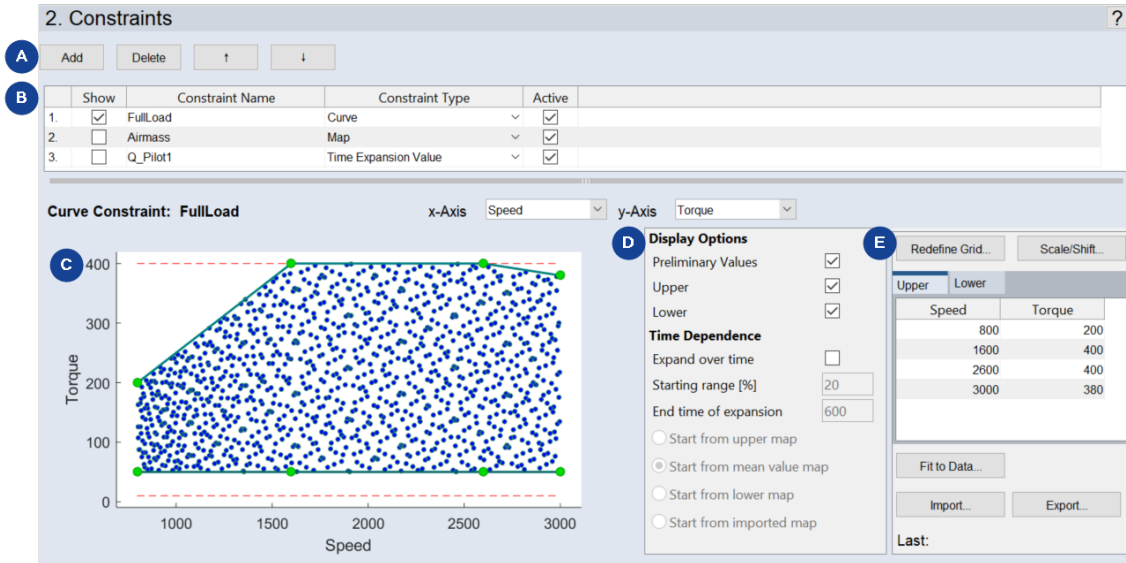

図6-3: ASCMO-DYNAMIC ExpeDes ステップ2 : 範囲制限 (Curve タイプ)
1. 新しい制限を作成するには、**Add** をクリックします (図6-3: 上記のAを参照)。リストの末尾に新しい制限の行が追加されます。
リスト内で選択された制限の内容が完全に定義されていると、現在の実験計画の測定ポイントが2D（カーブ— 図6-3: 前ページを参照）または3D（マップ）でプロット表示されます。
この「暫定値」の表示は、**Preliminary Values** チェックボックス（図6-3: 前ページ内の **D**）で操作できます。処理をスムーズにするため、一部のみが表示されます。プロット内に表示される大きなサイズの点を動かして、領域の制限を変更することもできます。
2. 制限プロット（図6-3: 前ページの **C**）内で、制限ライン／領域の点にマウスポインタを合わせ、マウスボタンを押し下げます。
右側のテーブル（図6-3: 前ページの **E**）の **Upper** および **Lower** タブには、制限されるポイントを表す値が表示され、この値を直接変更することもできます。グリッドノードの表示／編集用テーブル（次ページ）を参照してください。
ウィンドウ右端にあるテーブル（図6-3: ページ68のE）でもグリッドノードを編集することができます。上限と下限の制限にそれぞれ専用のタブが用意されています。
- i. テーブル領域（図6-3: ページ68のE）で、**Export** をクリックします。